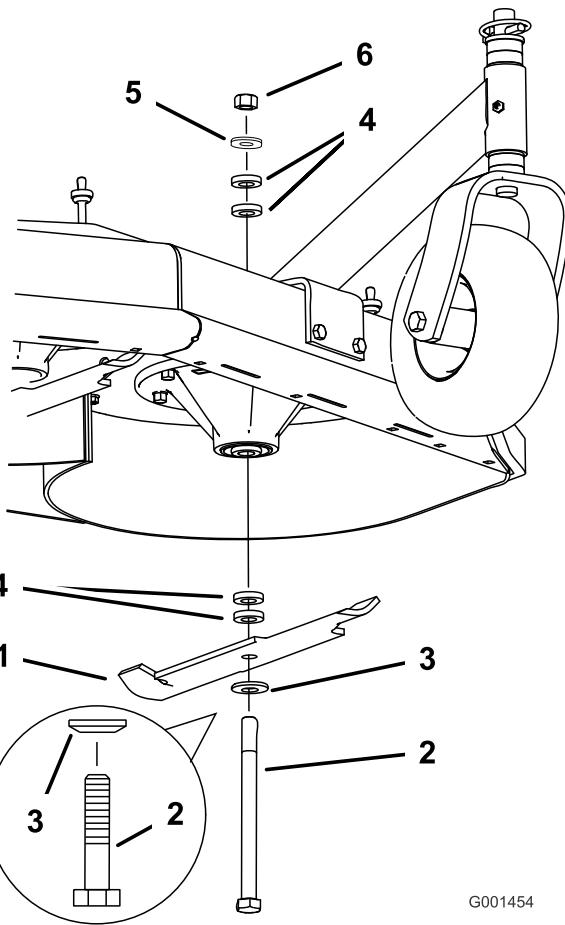

Figure 65
2. Enlevez de l'axe, l'écrou, le boulon de lame, la rondelle bombée, la lame, les entretoises et la rondelle mince (Figure 65).
1. Montez le boulon, la rondelle bombée et la lame. Choisissez le nombre correct d'entretoise(s) pour la hauteur de coupe, et insérez le boulon dans l'axe (Figure 65).
2. Posez la ou les dernière(s) entretoise(s) et fixez-la ou les en place avec une rondelle mince et un écrou (Figure 65).